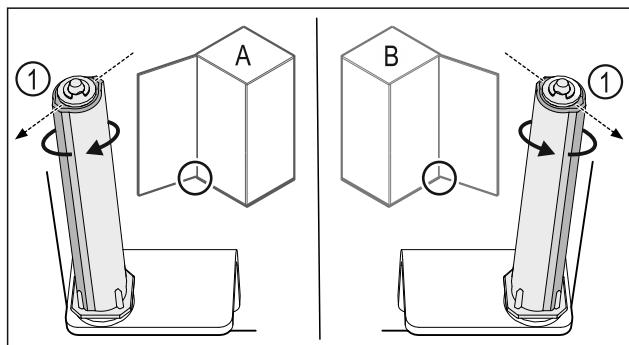

Fig. 43 Okretanje nadešno (A) / okretanje nalijevo (B)
- Okrećite sustav zatvaranja do kraja dok lamela sustava zatvaranja Fig. 43 (1) ne bude usmjerenja prema van.